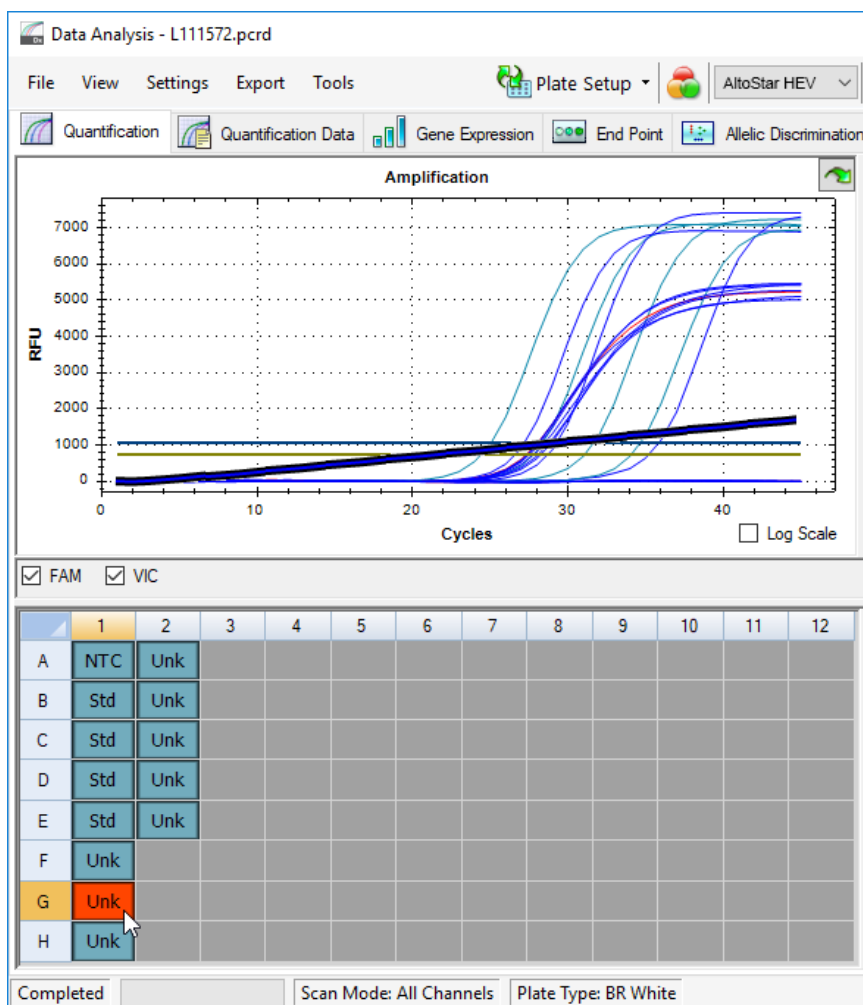

Figura 6: Finestra Data Analysis (Analisi dei dati): segnale PCR irregolare
- Identificare i pozzetti con segnali PCR irregolari (aumento del segnale lineare, picchi anomali, ecc.) in uno qualsiasi dei canali di rilevamento FAM™ (HEV target) e VIC™ (IC) (vedere figura 6).